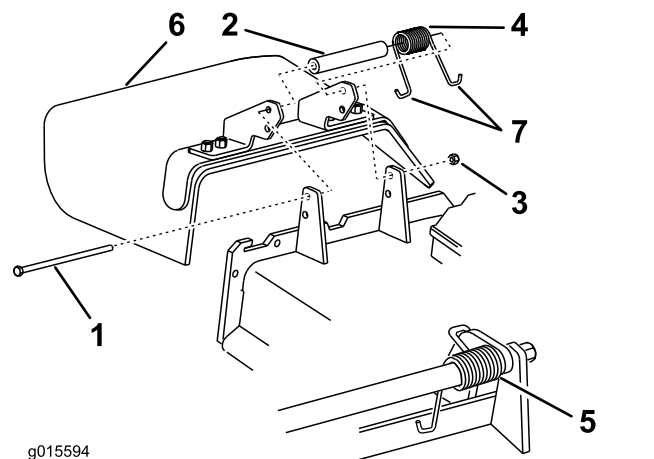

Figura 122
1. Togliete il dado di bloccaggio, il bullone, la molla e il distanziale che fissano il deflettore alle staffe orientabili del tosaerba (Figura 122).
2. Togliete il deflettore di sfalcio se è danneggiato o consumato (Figura 122).
Nota: Verificate che un'estremità a J della molla si trovi dietro il bordo del piatto di taglio prima di montare il bullone, come illustrato in Figura 122.
6. Infilate un'estremità a J della molla attorno al deflettore di sfalcio (Figura 122).